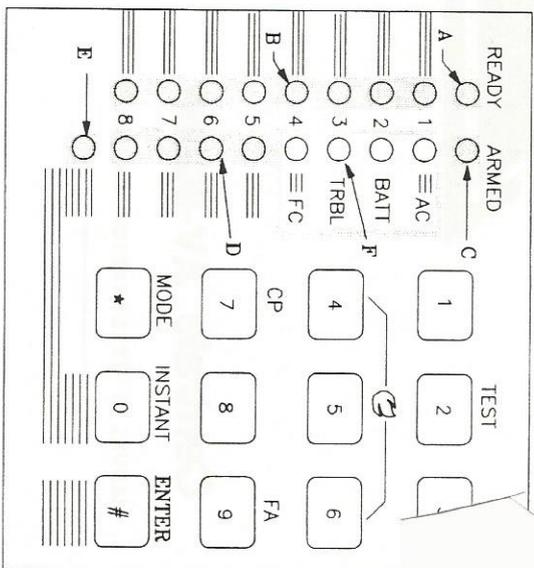

FIGURE 1
La figure 1, page suivante, donne une brève description des fonctions de chaque voyant.
1.2 FIGURE 1